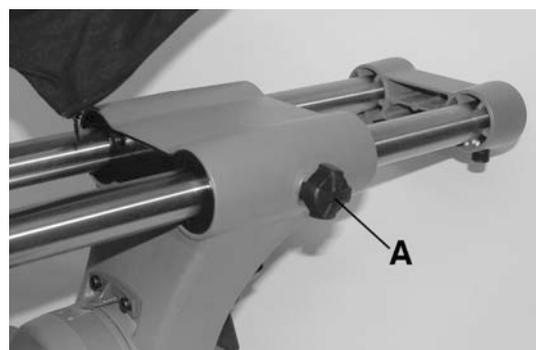

Figure 16
Il n'est pas toujours nécessaire d'utiliser le mécanisme radiale de la scie. Lorsque le mécanisme radiale n'est pas utilisé, assurez-vous que le bouton de verrouillage (A) Fig.16 du mécanisme radiale est bien serré.
pendant de la coupe de pièces de travail larges, vous devriez utiliser le mécanisme radiale, deserre le bouton de verrouillage (A) Fig.16 du mécanisme radiale.
Une coupe en angles composés consiste d'une coupe en onglet et biseau en même temps. Lors de la coupe de pièce de travail larges, vous devriez utiliser le mécanisme radiale, deserre le bouton de verrouillage du mécanisme radiale (A) Fig.16.